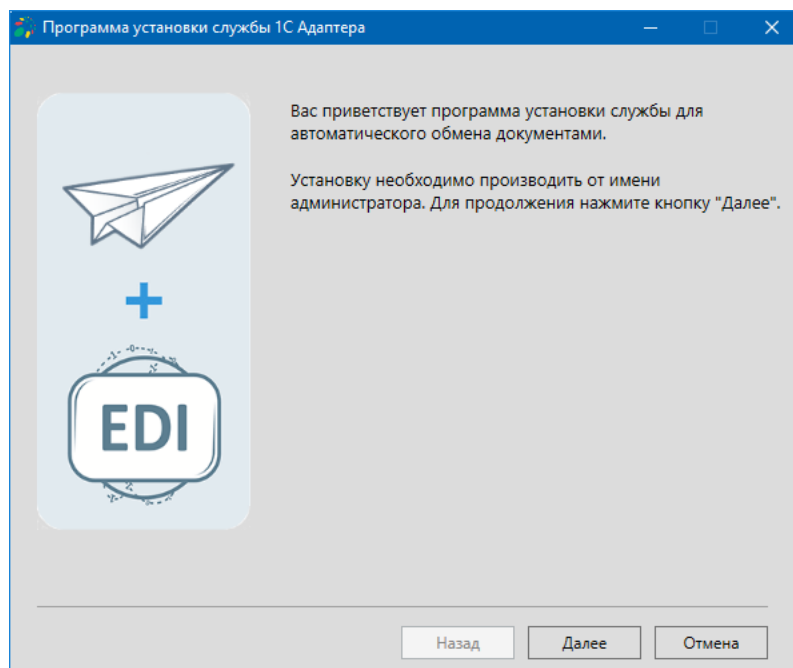

Рисунок 14 – Программа установки службы
8.1.1.4. Откроется программа установки службы адаптера (рис. 14).